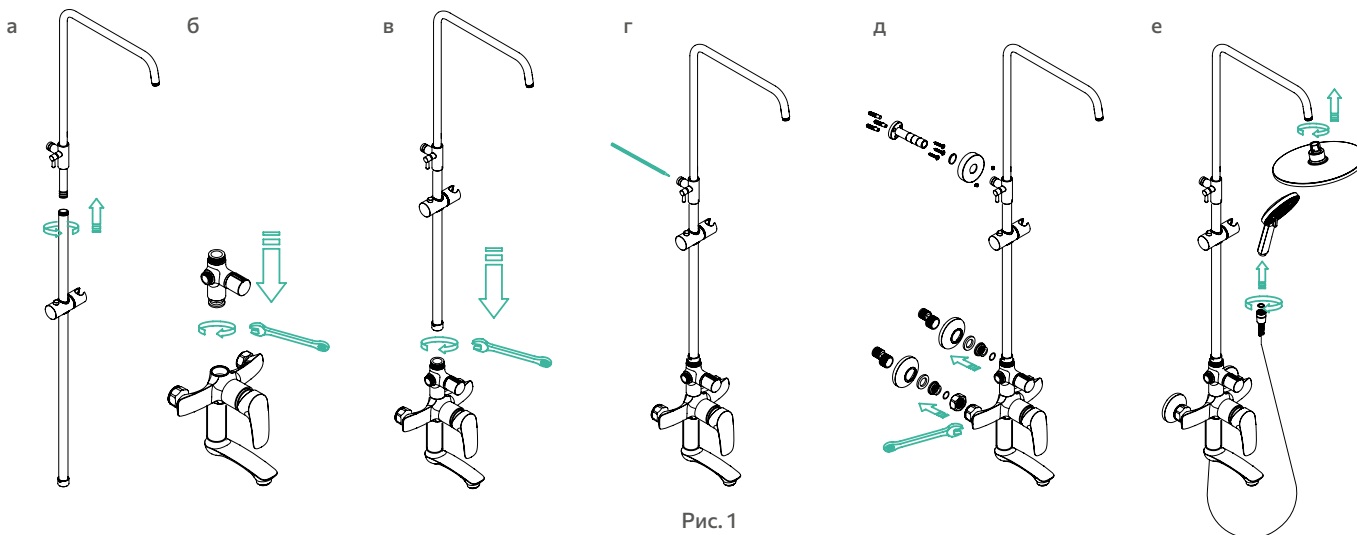

Рис. 1
2. Отключите систему холодного и горячего водоснабжения. Ввинтите эксцентрические переходники (рис. 1) в выходы трубопроводов системы водоснабжения, предварительно уплотнив резьбовую часть изоляционным материалом. Подберите положение эксцентрических переходников, при котором они совпадут и будут соответствовать присоединительному положению смесителя. При этом положение смесителя должно быть горизонтальным.
5. Установите штангу для душа (рис. 1). Отметьте места крепления и зафиксируйте штангу с помощью входящего в комплект крепежа.